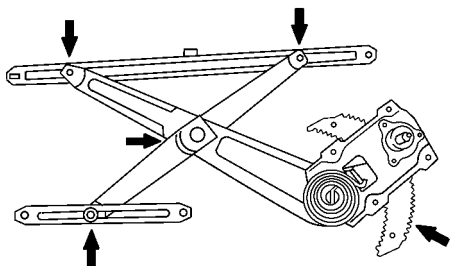

图 17-40 在车窗调节器的滑动面和
- 1) 按图 17-40 箭头所示，在车窗调节器的滑动面和齿轮上涂敷多功能润滑脂。